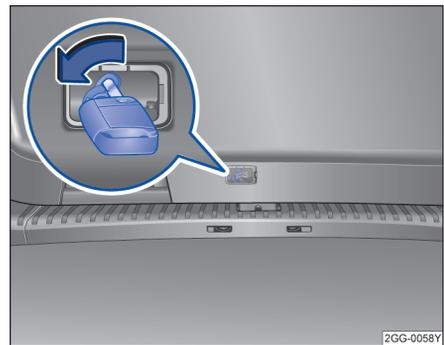

图 59 行李厢应急解锁
- 用手指或长型工具沿箭头方向拨动行李厢盖→图 59 应急解锁装置，同时将行李厢盖向外推，直到其打开。